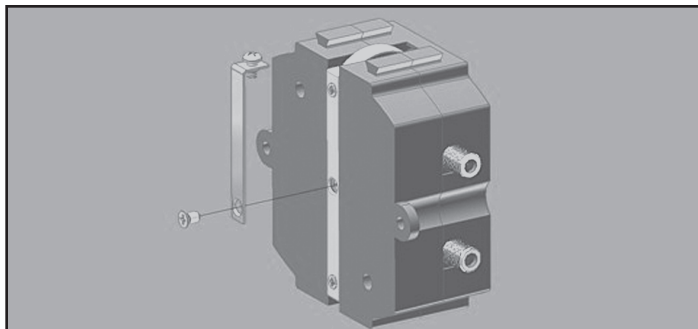

Figure 5. Removing the Central Phillips Screw//Retrait de la vis cruciforme centrale/Retiro del desarmador central Phillips
1. Attach the auxiliary ground terminal strip provided to the rear of the unit by removing the central Phillips screw as shown in **Figure 5**. **Note:** When joining any number of CHSPTELE or CHSPCABLE modules together, only one module is required to be connected to ground via an auxiliary ground terminal, as the rest are automatically grounded when joined via the spring terminals. The auxiliary ground terminal strip should be attached to the “end” module closest to the grounding point.
1. Fixez la borne de mise à la terre auxiliaire fournie sur l'arrière de l'unité en retirant la vis cruciforme centrale, comme illustré à la **Figure 5**. **Remarque :** lorsque vous assemblez plusieurs modules CHSTELE ou CHSPCABLE, seul l'un des modules doit être relié à la masse au moyen d'une borne de mise à la terre auxiliaire : l'autre module est automatiquement mis à la terre lorsqu'il est monté sur les bornes à ressort. La borne de mise à la terre auxiliaire doit être fixée au module "d'extrémité" le plus proche du point de mise à la terre.